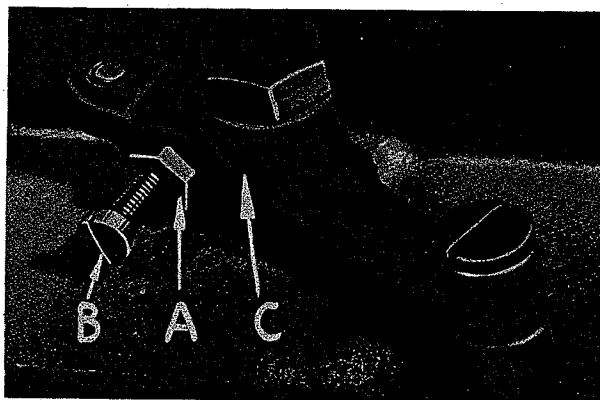
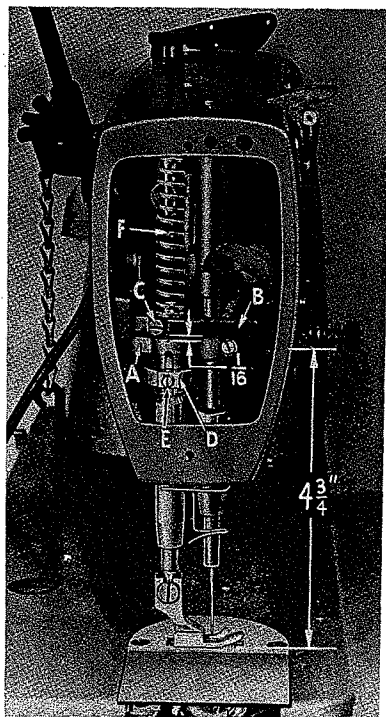

Fig. 15
Fig. 16
La conexión de la barra del prensatelas (A, Fig. 16) deberá ajustarse de manera que quede a $1/16"$ (1,18 mm) debajo de la guía de la barra del prensatelas (B). Esto se lleva a cabo inclinando la máquina hacia atrás, contra el pasador de apoyo, aflojando la contratuerca (A, Fig. 15) y relocalizando el tornillo de parada (B) en la manivela de la campana de la palanca del alzador (C). Girando el tornillo de parada hacia la derecha o hacia la izquierda, se realiza el debido ajuste de la conexión de la barra del prensatelas. Apriétese la contratuerca (A) para fijar en su lugar el tornillo de parada.
Al localizar la guía de la barra del prensatelas (B, Fig. 16) éste deberá descansar sobre la plancha de la aguja con el diente de alimentación en su más baja posición. La guía se ajusta como es debido cuando hay $4-3/4"$ (6,99 cm) de espacio entre el alambre del tirahilo y el tope de la plancha de la aguja (Fig. 16).
El regulador de la tensión deberá ajustarse de manera que no se suelte al sobrecoser o cuando el prensatelas está levantado para reforzar costuras. El ajuste de la leva reguladora de tensión (D, Fig. 16) y la posición de dentro y fuera del conjunto tensor son necesarios para el propio funcionamiento.
La leva (D, Fig. 16) del regulador de tensión deberá ponerse en posición ahora aflojando el tornillo de sujeción (E, Fig. 16) y levantando o bajando después la leva de acuerdo con las condiciones de la costura, el punto medio de regulación es entre $1/4$ a $5/16$ " (6,35 a 7,94 mm) del alzador de prensatelas sobre la plancha de la aguja. Apriétese bien el tornillo de su-